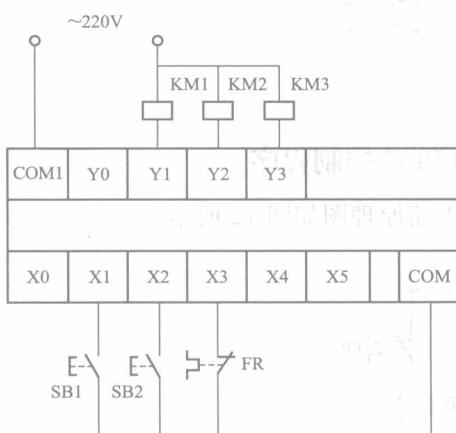

图 13 三相异步电动机 Y-△降压电路
(2) 三相异步电动机 Y-△降压电路三菱 FX_{2N} 系列 PLC 接线图如图 13 所示。